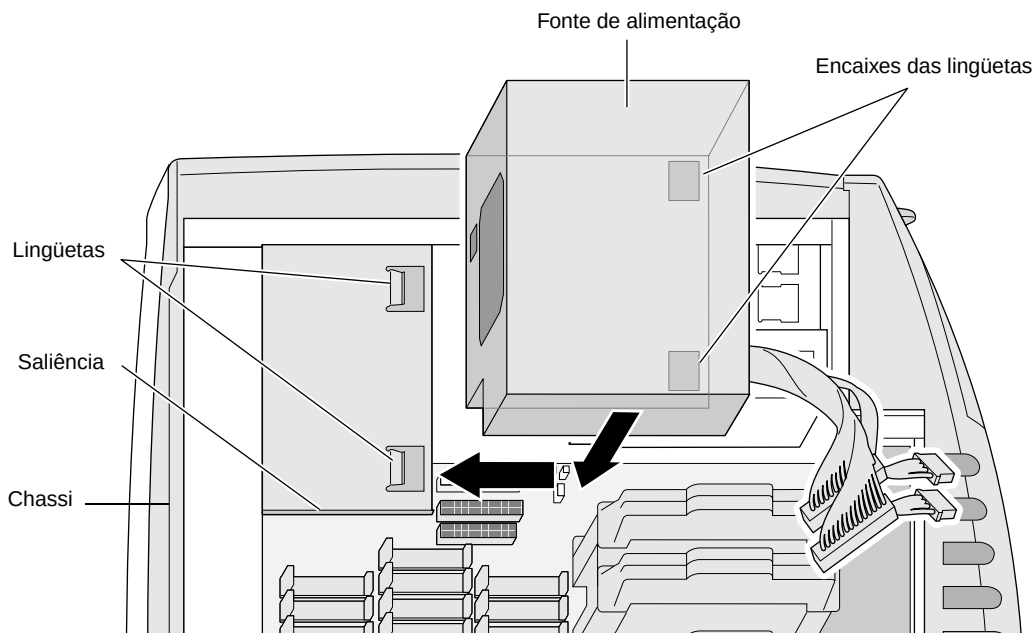

Figura 7-6 Instalando a fonte de alimentação
1. Para recolocar a fonte de alimentação, posicione-a como mostrado na Figura 7-6.